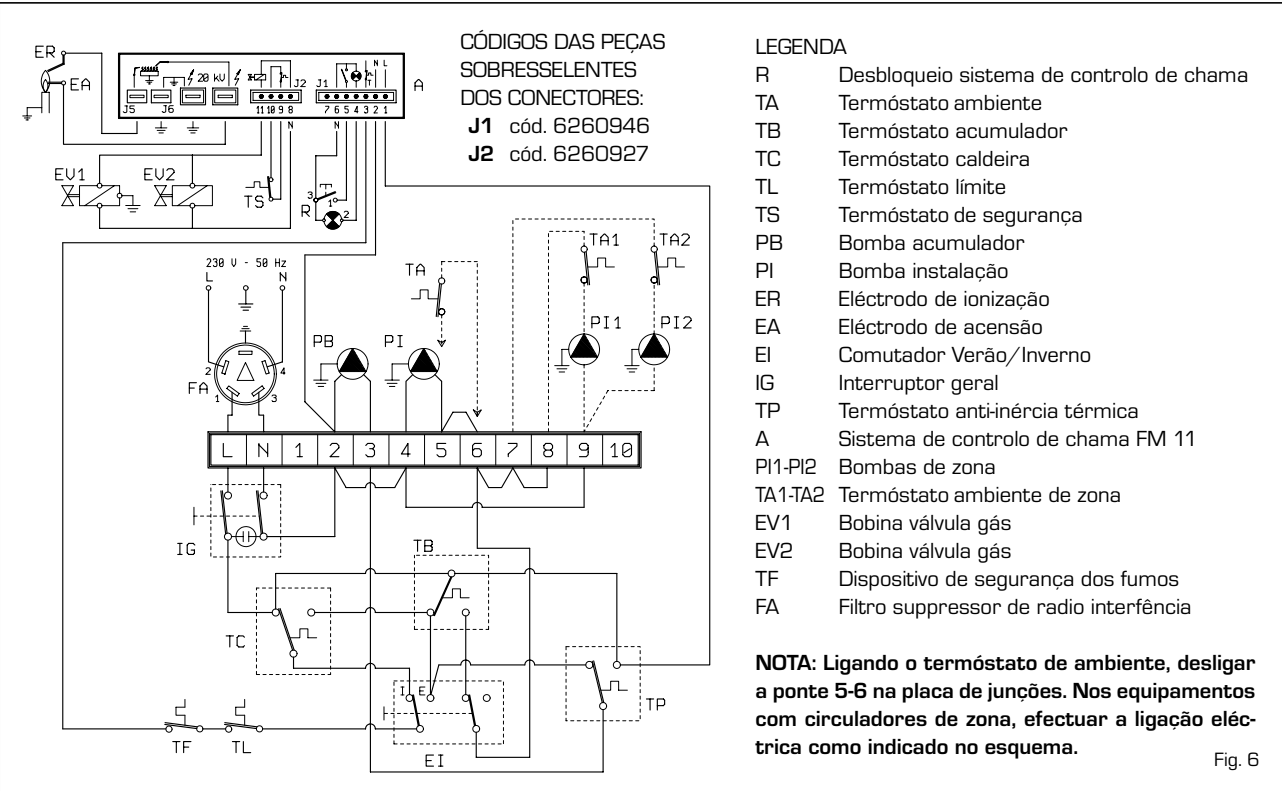

Fig. 6
- Ligue electricamente as bombas da segunda e terceira zona, comandadas cada uma pelo próprio termóstato ambiente, como prevê o esquema eléctrico (fig. 6 - 6/a).